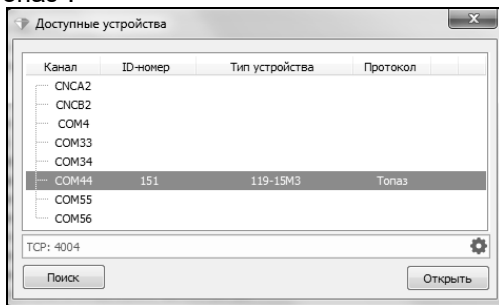

Рисунок 1
6.2 Запустить программу (файл NastrTopaz.exe). Автоматически запустится сканирование всех доступных COM-портов. Для найденных устройств отображается их ID-номер, тип устройства и протокол связи (рисунок 1). Выбрать "Топаз-119-14M3" и нажать кнопку "Открыть". Устройство будет переведено в режим настройки для работы по протоколу "Топаз".